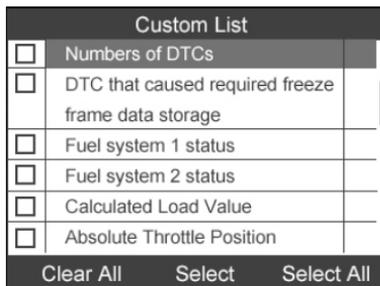

Figura 6.11
- 2) Utilizzare il pulsante di scorrimento **SU/GIÙ** per muoversi fino alla voce desiderata e premere il pulsante **FUNZIONE** corrispondente "**Selezione**" per la scelta. (Figura 6.11)